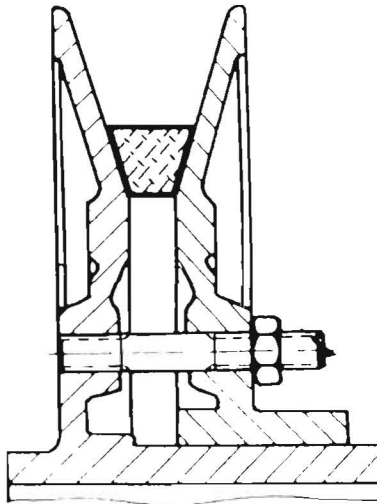

Bild 51 Sitz des Keilriemens auf der verstellbaren Keilriemensscheibe
9. Sitz des Keilriemens am Dreschtrommelantrieb (Bild 51)